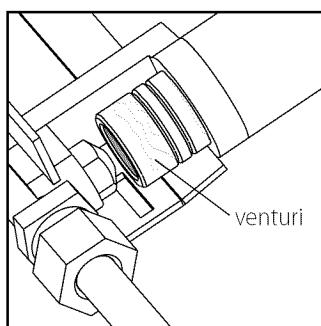
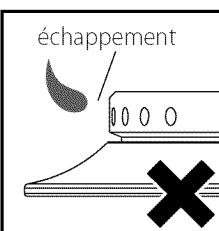

figure 2
figure 3
- 8 Remise en marche du venturi (voir figure 2) : En ayant pris soin d'isoler le produit de l'alimentation électrique, allumer le brûleur à l'aide d'une allumette. La flamme jaillira probablement du brûleur (voir la figure 3).